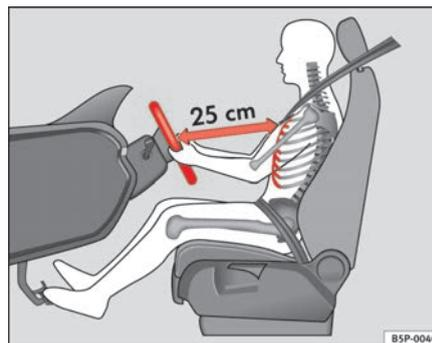

Fig. 134 Posição correcta do banco do condutor
- Ajuste o volante até atingir a posição pretendida ⇒ fig. 134.
- Ajustar o banco do condutor ou o volante, de modo a que a distância entre o volante e o tórax seja de pelo menos 25 cm → página 171, fig. 134. Se não se respeitar a distância mínima, o sistema de airbag não pode exercer a sua função de protecção – perigo de morte!